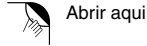

Figur 3. Sådan opspoles overskydende elektrode.
- Spol det overskydende elektrodelegeme op i en rund løkke der er mere end 2 cm diameter. Brug ikke en U-formet løkke eller bøjning (Figur 3). En rund løkke reducerer sandsynligheden for elektromagnetisk interferens og dens bivirkninger og den forebygger knæk eller skader på elektrodelegemet.